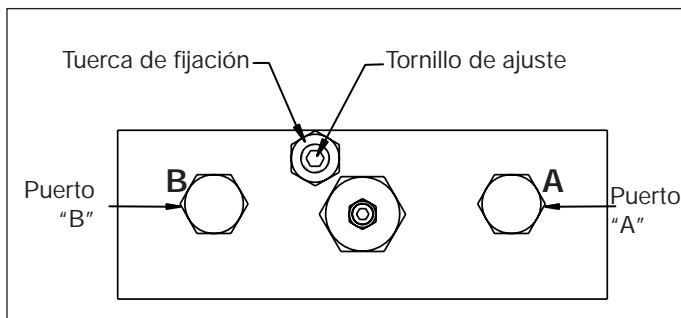

Figura 11, detalles de ajuste, válvula limitadora de presión con retracción
3. Para permitir la regulación, aflojar la tuerca de fijación del tornillo de ajuste en la válvula limitadora de presión con retracción (véase la figura 11).